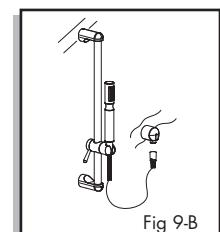

Fig 9-B
- 9 . Fixer l'extrémité du tuyau au raccord mural(Fig 9-B).